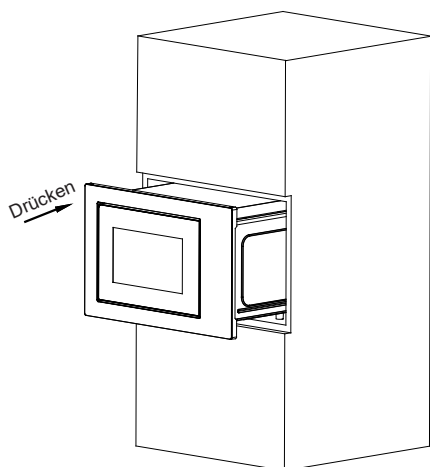

Abb.1
- a) Stellen Sie den Mikrowellenherd in den Einbauschrank und schieben Sie ihn bis zum Ende vor. (Abb. 1)